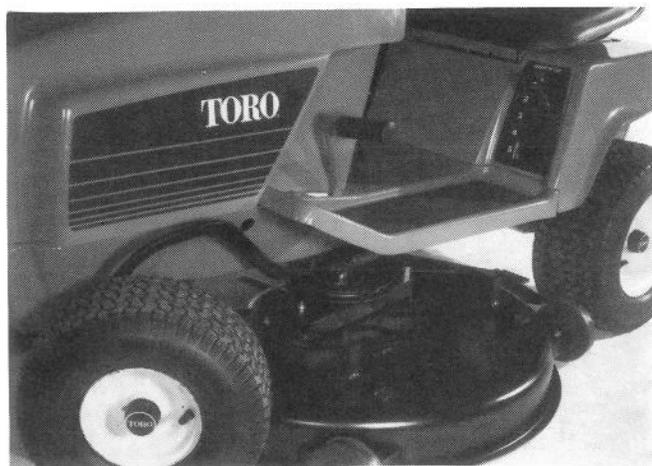

Fig. 18
4. Tourner les roues avant du tracteur à fond vers la droite, tourner l'unité de coupe de façon à ce que les roues arrière soient en face du côté droit du tracteur, tirer et sortir l'unité de sous la machine (Fig. 18).